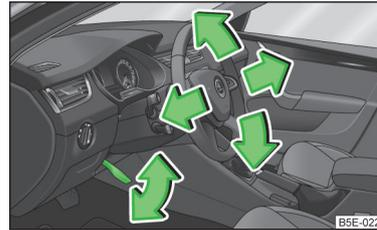

Abb. 114
- Den Hebel unter dem Lenkrad nach unten schwenken » Abb. 114.